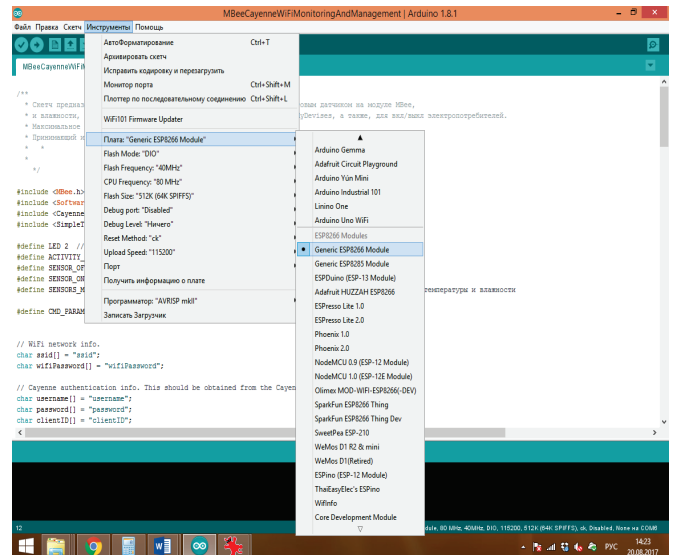

Рисунок 3
- 3.9. Выбираем плату Generic ESP8266 Module (Рисунок 3).